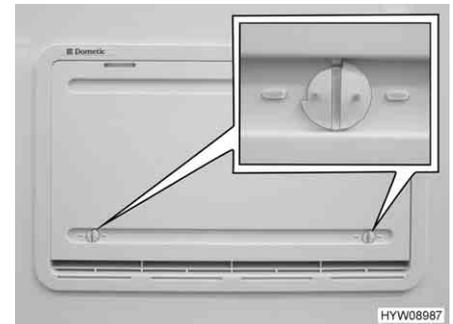

Fig. 63 Protection hivernale
La protection hivernale (Fig. 63) protège le groupe frigorifique de l'air froid. Placer des protections hivernales devant les deux grilles d'aération quand la température extérieure est inférieure à +10 °C (fonctionnement au gaz et fonctionnement électrique).
- Ouvrir les deux dispositifs de verrouillage (Fig. 63) (la rainure est à l'horizontale).